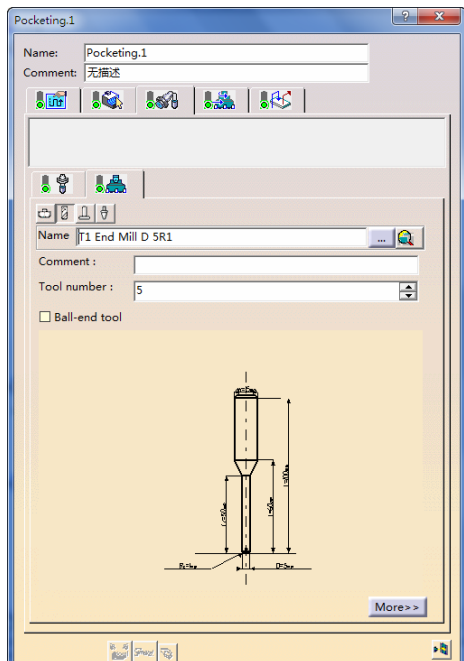

图 3-186 刀具参数选项卡（9）
- 单击“Pocketing.1”对话框中的，切换到刀具参数选项卡（9），在“Name”文本框中输入“T1 End Mill D5R1”，取消“Ball-end tool”复选框，如图 3-186 所示。